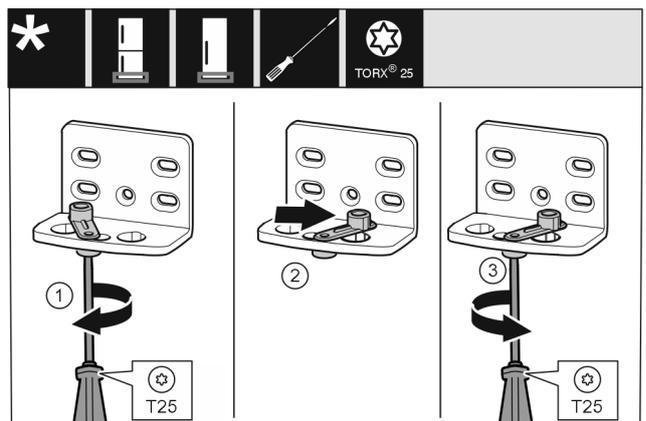

Fig. 17 \*
- ▶ Allentare leggermente la vite Fig. 17 (1) con un cacciavite.\*
- ▶ Sollevare l'ausilio di chiusura della porta Fig. 17 (2) e ruotarlo nel foro di 90° a destra.\*
- ▶ Stringere la vite Fig. 17 (3) con un cacciavite.\*